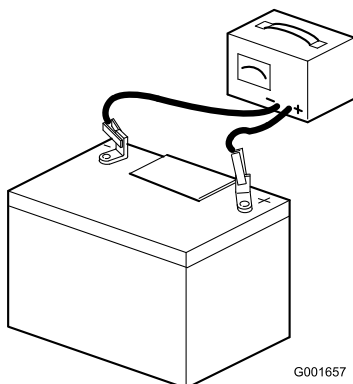

Bild 6
7. Schließen Sie ein 3- bis 4-A-Ladegerät an die Batteriepolen an (Bild 6). Laden Sie die Batterie bei einer Rate von 3 bis 4 Ampere vier bis acht Stunden lang auf.